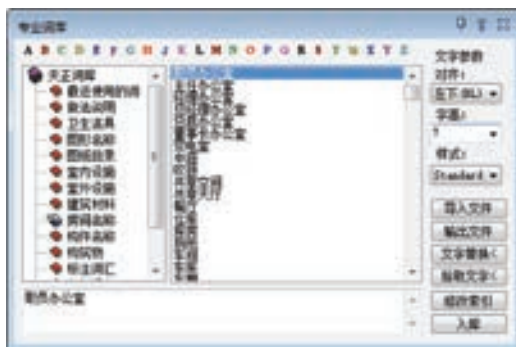

图 8-16 “专业词库”对话框
2) 调用“ZYCK”命令, 在弹出的“专业词库”对话框中选择标注文字, 结果如图 8-16 所示。